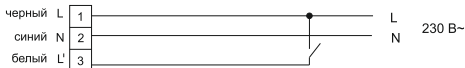

Рисунок 4
3.2.3.2 Непостоянный аварийный режим работы (рисунок 4):
- фазный некоммутированный проводник сети – подключить к черному контактному зажиму (L);
- нейтральный проводник сети – подключить к синему зажиму (N).